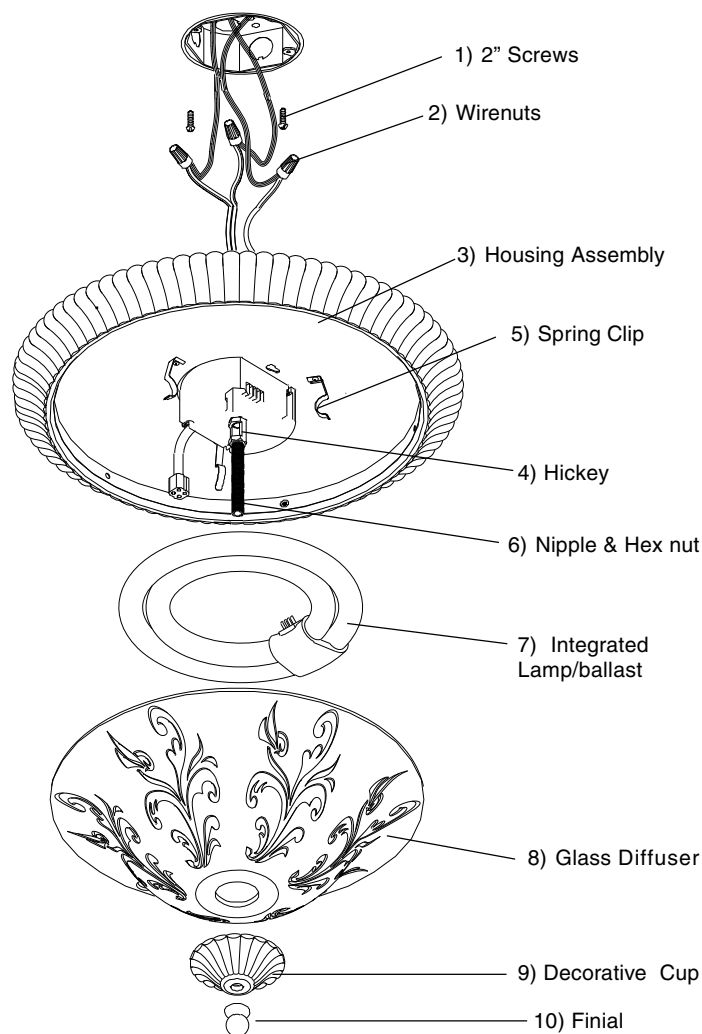

Figure 1
2. **Fixture Assembly:** Thread Nipple with Hex nut (6) into Hickey (4), in center of Housing Assembly (3). **See Fig. 1.**
3. **With the power turned off, thread two 2" Screws (1)** into junction box (*Note: screws must be the same distance apart as keyholes in back of housing assembly*).
4. **Hold the fixture Housing Assembly (3)** firmly and connect the green ground wire from the fixture to the bare copper ground wire from the junction box using a Wirenut (2). (*If house wiring does not include a ground wire, consult your local electrical code for approved grounding methods*).
5. **Use Wirenuts (2) to connect black fixture wire** to the black power supply wire and white fixture wire to the white power supply wire. Tuck wires into junction box.
6. **Align keyholes on back of fixture Housing Assembly (3)** with screws previously installed into junction box. Lift fixture up, rotate counter clockwise and tighten screws to secure Housing Assembly against ceiling.
7. **With power prongs on Lamp (7) facing downward,** plug ballast power connector into lamp power receptacle. Position the Lamp over two Lamp Clips (5) and gently push lamp over the third clip while pulling the clip slightly back. **See Fig. 1.**
9. **Lift Glass Diffuser (8)** up below Housing Assembly and align hole in Glass Diffuser with Nipple (6). Secure Glass Diffuser with Decorative Cup (9) and Finial (10). **See Fig. 1.**
2. **Ensamblaje del Luminario:** Rosque la Entrerrosca can la Tuerca Hexagonal (6) dentro del "Hickey" (4), en el centro del Ensamblaje de la Carcasa (3).
3. **Con la electricidad apagada, rosque dos Tornillos de 2" (1)** en la caja de ensambladura (*Nota: los tornillos deben estar a la misma distancia aparte que las bocallaves en la parte trasera del ensamblaje de la carcasa*).
4. **Sostenga el ensamblaje de la Carcasa del luminario (3)** firmemente y conecte el alambre verde de conexión a tierra del luminario al alambre de cobre descubierto de conexión a tierra de la caja de ensambladura usando una Tuerca de Alambre (2). (*Si el alambrado de la casa no incluye un alambre de conexión a tierra, consulte su código eléctrico local para métodos aprobados de hacer tierra*).
5. **Use Capuchones de Alambres (2)** para conectar el alambre negro del luminario al alambre negro de suministro de electricidad y el alambre blanco del luminario al alambre blanco de suministro de electricidad. Meta los alambres en la caja de ensambladura.
6. **Alinee las bocallaves en la parte trasera del Ensamblaje** de la Carcasa del luminario (3) con los tornillos previamente instalados en la caja de ensambladura. Levante el luminario hacia arriba, gire hacia su derecha y apriete los tornillos para asegurar el Ensamblaje de la Carcasa contra el techo.
7. **Con las horquillas de energía en la lámpara (7)** boca abajo, enchufe el conector de energía del balastro en el receptáculo de energía de la lámpara. Coloque la Lámpara sobre las dos grapas de la lámpara (5) y suavemente empuje la lámpara sobre la tercera grapa mientras este levemente tirando hacia atrás la grapa. **Vea Fig. 1.**
9. **Levante el Difusor de Cristal (8)** debajo del Ensamblaje de la Carcasa y alinee con el enterrosca (6). Asegure con la Copa Decorativa (9) y Finial (10). **Vea Fig. 1.**